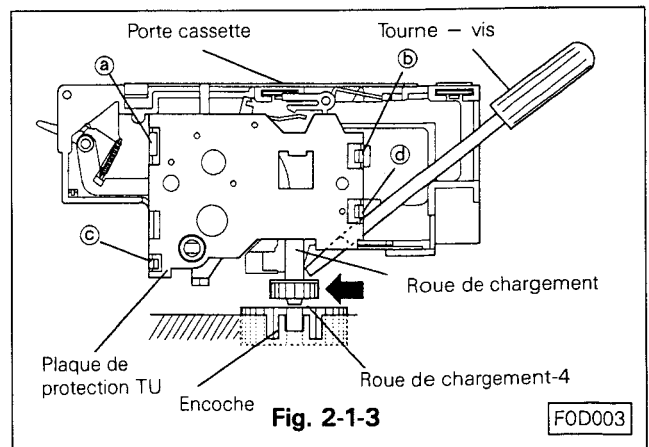

Fig. 2-1-3
- Lors de l'opération B, le pignon de chargement du porte cassette n'est en générale pas positionné dans son logement. Dans ce cas utiliser un tournevis adéquat. Voir Fig. 2-1-3. On peut aussi effectuer la mise en place du pignon de chargement en le tournant légèrement.
#### 2-2-1 DÉMONTAGE (Voir Fig. 2-1-3 ~ 2-2)
- Défaire les quatre crochets (a), (b), (c) et (d) comme le montre la Fig. 2-1-3 puis démonter la plaque de protection TU.
#### 2-2-2 REMONTAGE (Voir Fig. 2-1-3 ~ 2-2)
- Positionner la plaque de protection TU sur le porte cassette puis la fixer à l'aide des quatre crochets (a), (b), (c) et (d) comme le montre la Fig. 2-1-3.